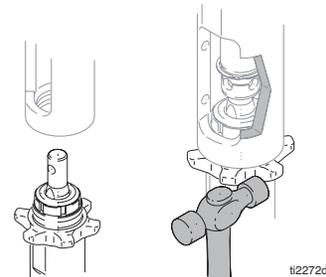

FIG. 10
1. Fig. 10. Enrosque la contratuerca en la parte inferior de las roscas de la bomba. Enrosque la bomba completamente en el colector. Desenrosque la bomba del colector hasta que la salida de la bomba esté alineada con la manguera. Apriete a mano la contratuerca, y después golpéela 1/8 a 1/4 de vuelta con un martillo o apriétela a un par de 200 ft-lb (270 N·m).